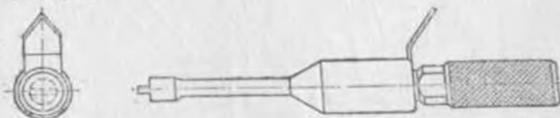
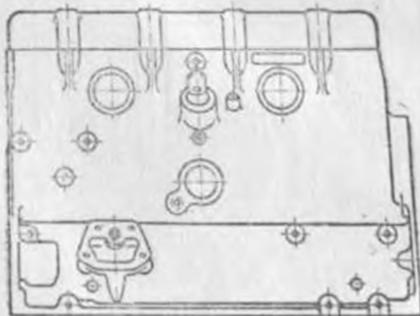

Рис. 40. Оправка для проверки установки масляного насоса
Рис. 41. Проверка установки масляного насоса
4. Проверить правильность расположения прорези специальной оправкой (рис. 40), вставляемой в отверстие, предназначенное для установки корпуса прерывателя-распределителя. При правильной установке насоса указатель оправки должен быть направлен вертикально вверх (рис. 41).